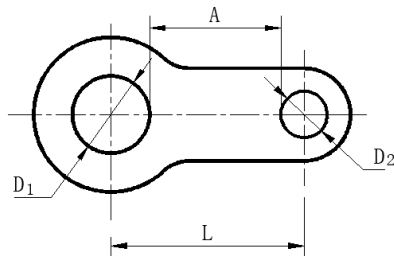

图 2
4. 用量具测得图 2 所示零件的尺寸如下： $A=45.1\text{mm}$ ， $D_1=20.0\text{mm}$ ， $D_2=10.0\text{mm}$ ，通过计算可得两孔的间距 L 为_____mm。